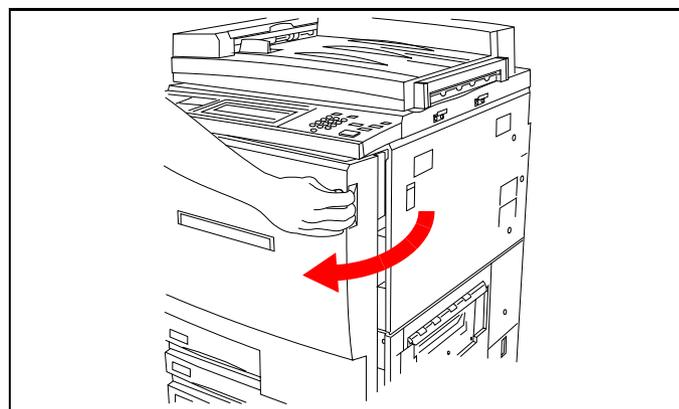
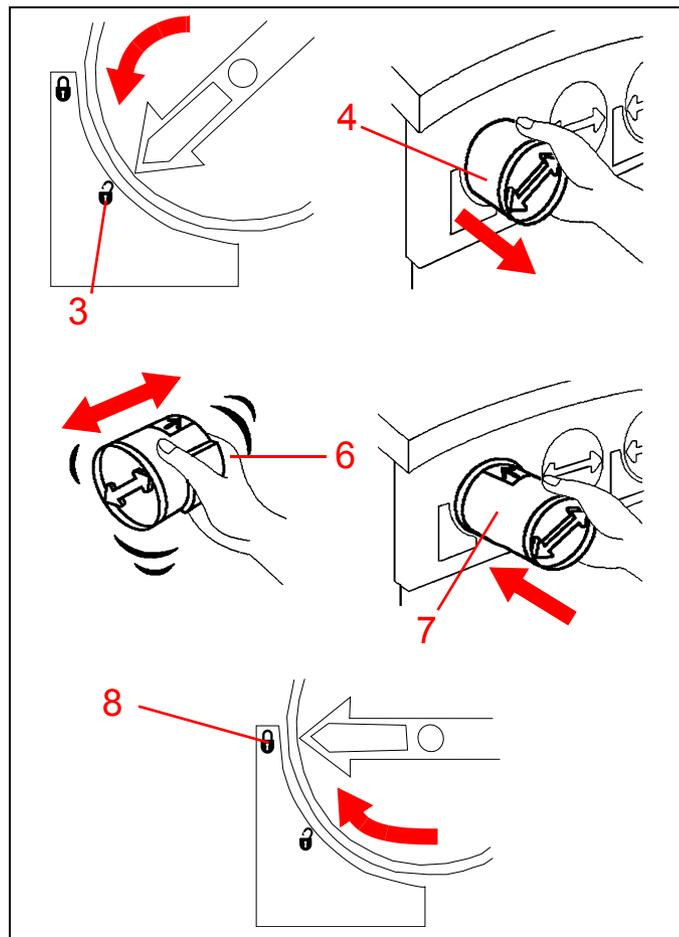

Figura 18
Figura 22
**Demonstre** como se abre a porta frontal do copiator. Consulte a Figura 18.
1. Consulte a Figura 22. Abra a porta frontal da Impressora DocuColor 12. (Consulte a Figura 18 na página 11.)